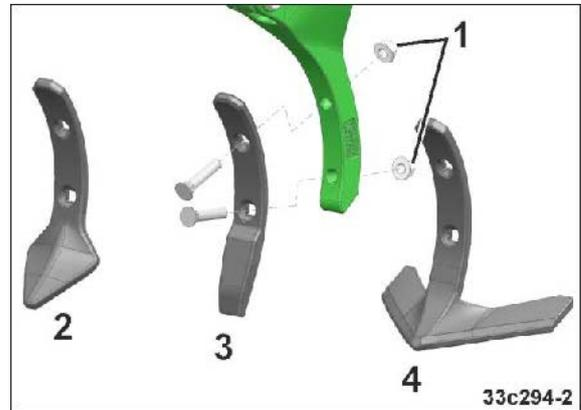

图 184
1. 松脱固定螺母（图 184/1）。
3. 拧紧固定螺母（图 184/1）。
翼犁刀（图 184/4）	大
尖头犁刀（图 184/2）	↓
窄犁刀（图 184/3）	小